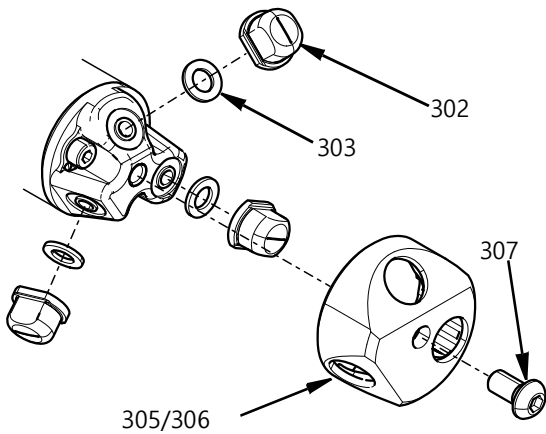

FIG. 9
- b. 그런 다음 노즐 패킹(303)을 제거할 수 있습니다. FIG. 9.